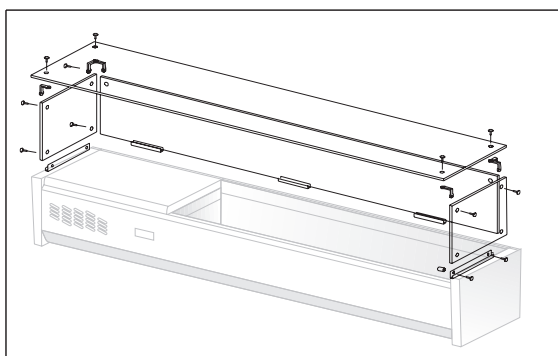
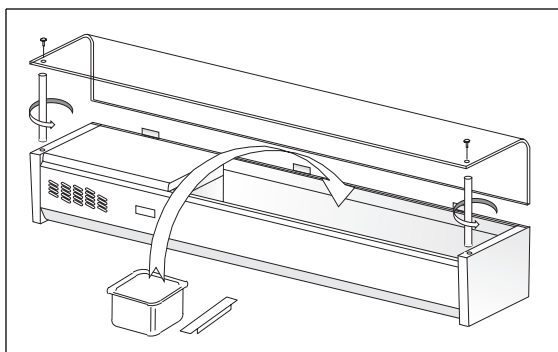

Fig.5
Fig.6
- eseguire il montaggio dei componenti in vetro fissandoli nelle sedi predisposte e unendoli tra loro utilizzando gli appositi fermacristalli (Fig. 5 / Fig. 6)
- posizionare i traversini di supporto vaschette Gastronorm (Fig. 6)
- disporre le vaschette Gastronorm (Fig. 6)